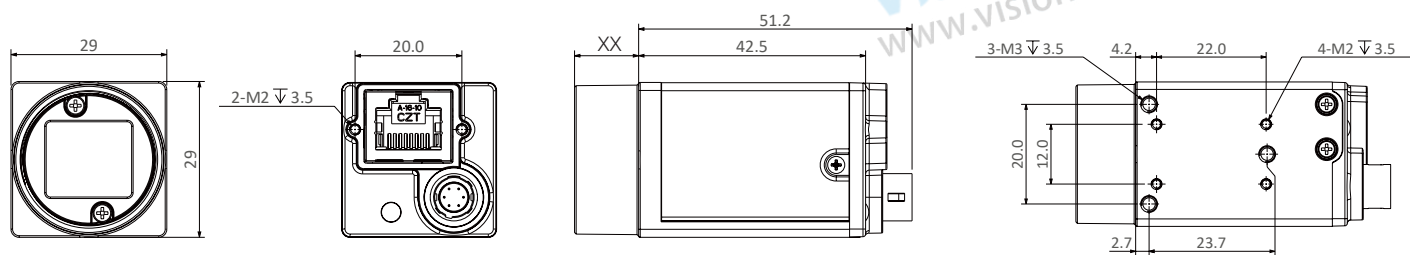

图 1-1: 29 \* 29 \* 42mm 外壳的 GigE 相机的物理尺寸。
- 29 \* 29 \* 42mm 千兆网相机尺寸图如图 1-1 所示。